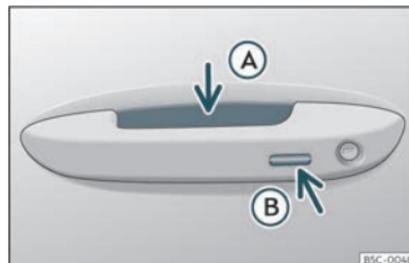

Fig. 77 Poignée de porte : surfaces sensibles.
>>> fig. 77
- Saisissez la poignée de l'une des portes avant. Lorsque vous touchez la surface sensible»» fig. 77 A (flèche) de la poignée de porte, le véhicule se déverrouille.
- Appuyez *une fois* sur la surface sensible de verrouillage»» fig. 77 B (flèche) de la poignée de porte de l'une des portes avant. La porte correspondante devra être fermée.
- Appuyez *une fois* sur la surface sensible »» fig. 77 B (flèche) de la poignée de porte de l'une des portes avant. Le véhicule se ver-
- Appuyez *deux fois* sur la surface sensible »» fig. 77 B (flèche) de la poignée de l'une des portes avant pour verrouiller le véhicule non équipé du système de sécurité « Safe » »» page 109.
- Appuyez sur le bouton de verrouillage  de la radiocommande puis, dans les 5 secondes, touchez une fois la surface sensible de verrouillage de la poignée de la portière du conducteur»» **fig. 77** . Ne saisissez pas la poignée de la portière sinon le véhicule ne se verrouillera pas. Il est également possible de procéder à la désactivation si le véhicule est verrouillé via la serrure de la porte du conducteur.
maintenez appuyé quelques secondes un doigt sur la surface sensible de verrouillage »» **fig. 77**  (flèche) de la poignée de porte jusqu'à ce que les vitres et le toit se ferment.
Les surfaces sensibles des poignées de porte risquent d'être activées si elles reçoivent un jet d'eau ou de vapeur à haute pression si l'une de clés valides du véhicule se trouve dans la zone de proximité. Si au moins une glace à commande électrique est ouverte et que la surface sensible »» **fig. 77**  (flèche) d'une des poignées est activée de manière permanente, toutes les glaces seront fermées.
- **OU** : touchez *deux fois* la surface sensible située sur la partie extérieure de la poignée de la portière >>> **fig. 77** .